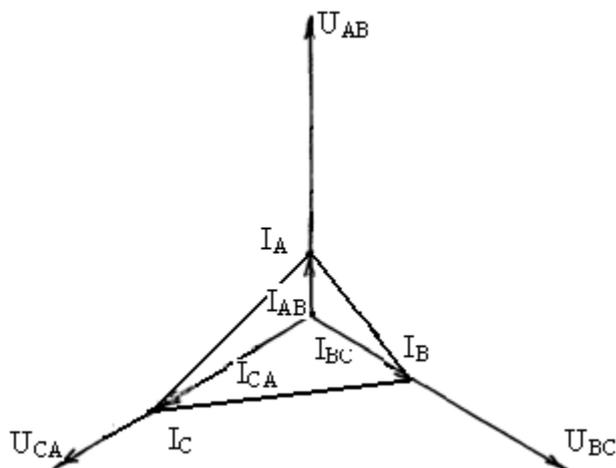

Рисунок 37 – Векторная диаграмма
9. Векторная диаграмма напряжений и токов (рис. 37).